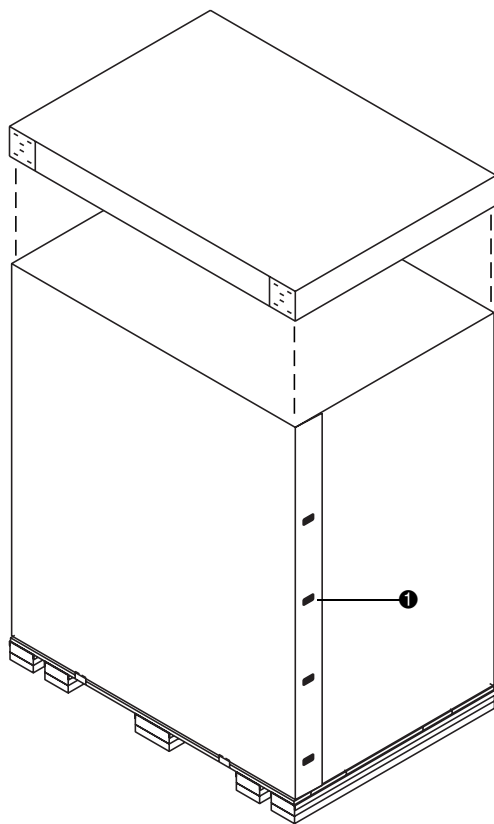

Figura 4-3: Rimozione del coperchio della scatola
4. Sollevare completamente il coperchio e rimuoverlo dal contenitore per il trasporto (vedere la Figura 4-3).
5. Aprire gli otto fermagli di fissaggio posti nei lati opposti del contenitore per il trasporto (❶, Figura 4-3).